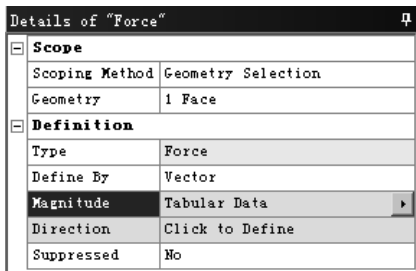

图 4.2.16 “Details of ‘Force’”对话框（二）
- ☒ **Tabular (Time)** 选项：选中该选项，用于定义一个表格类型载荷，此时的对话框如图 4.2.16 所示，在图 4.2.17 所示的 Tabular Data 数据表（一）中定义表格数据。